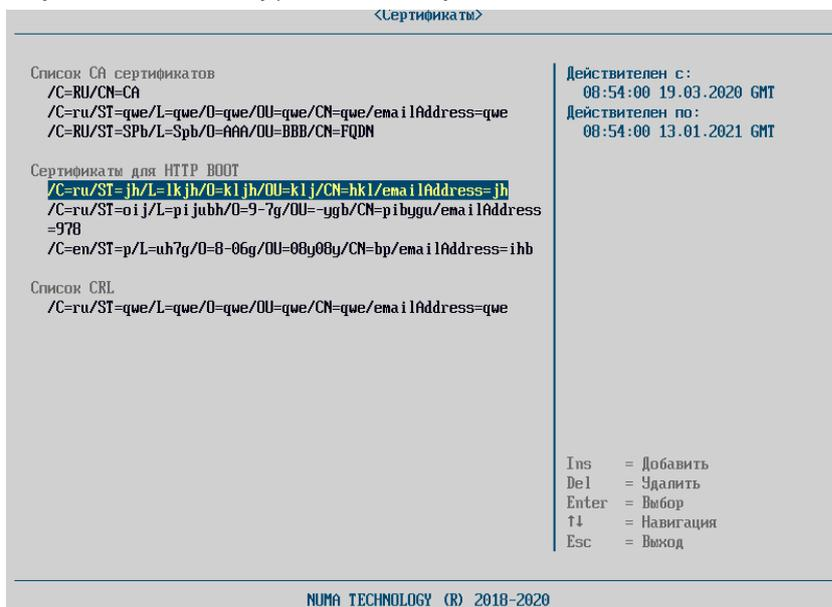

Рисунок 82 – Раздел сертификаты с указанными сертификатами для HTTP Boot
- после выбора сертификата наименование сертификата отобразится в разделе «Сертификат для HTTP Boot». При навигации в информационном блоке справа отображается срок действия сертификата (см. рисунок 82).